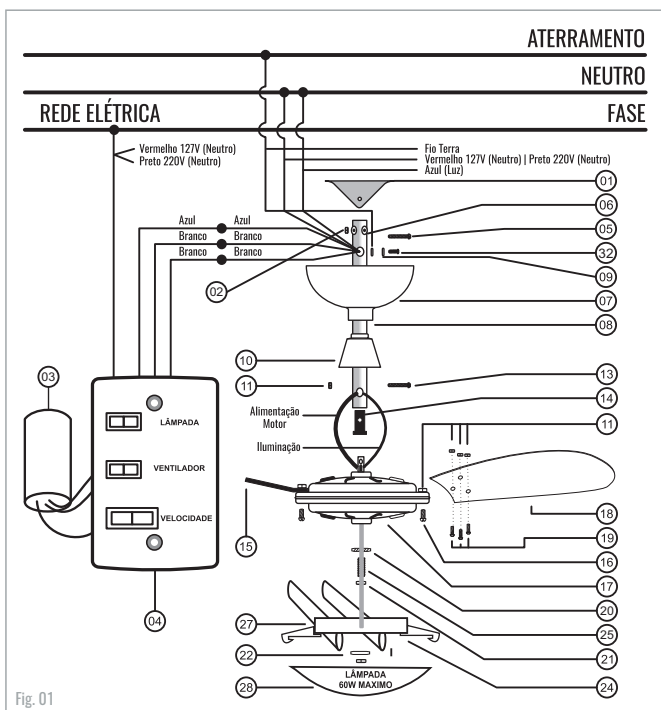

Fig. 01
Obs: As garras devem estar fixadas na parte superior do motor (Fig. 01).
4° - Encaixe a haste no eixo do motor, em seguida, passe o parafuso (13), o fio de aterramento deve ser fixo com parafuso (32) no furo que está localizado na parte superior da haste (8) conforme fig. 01;